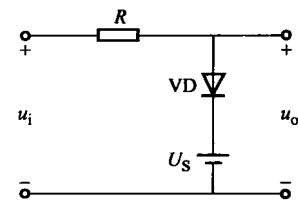

图1-13 例1.2图
**【例 1.2】** 如图 1-13 所示电路。已知输入电压为  $u_i = 10 \sin \omega t$  V，二极管是理想二极管，试分析限幅电平  $U_S$  分别为 6V 和 3V 时输出电压  $u_o$  的波形。